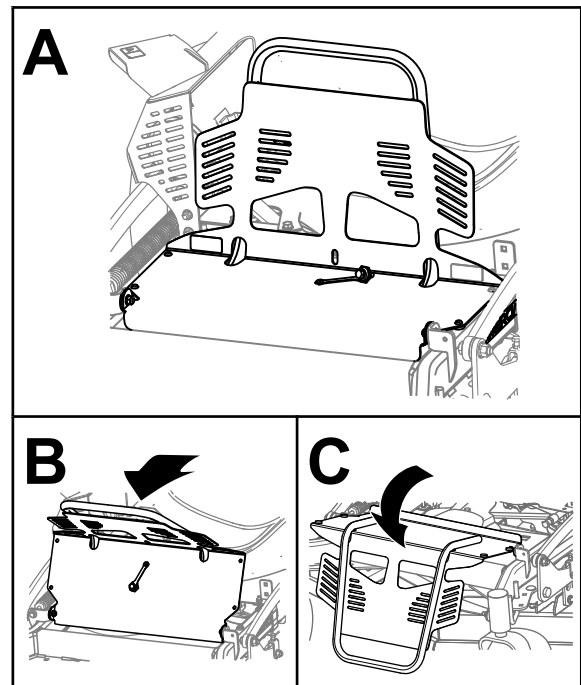

Figura 2
2. Rode a proteção do motor para a frente como se mostra na Figura 2.